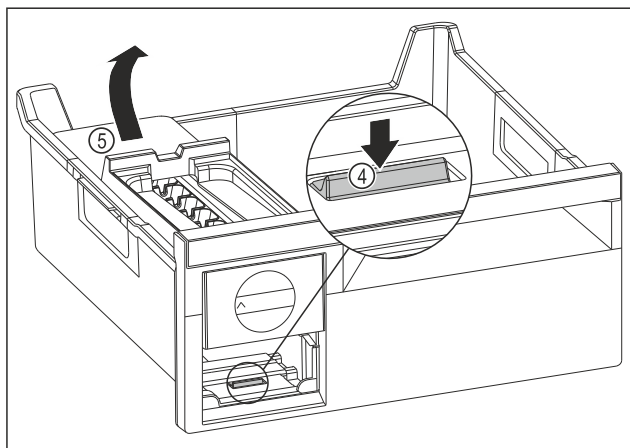

Fig. 111
- Fjern hoveddelen til EasyTwist-Ice: Trykk tappen Fig. 111 (4) ned med fingeren samtidig som hoveddelen til EasyTwist-Ice Fig. 111 (5) løftes opp fra baksiden med den andre hånden.